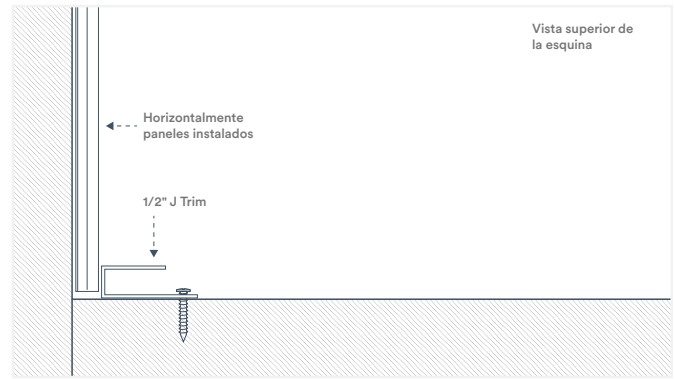

Fig. 19
10. Después de haber instalado los paneles hasta el techo, instale la J Trim o Inside Corner Cove trim en cada esquina de la pared donde se encuentran los paneles. Coloque la moldura contra el panel con el canal orientado en dirección opuesta a él. Asegúrese de que quede bien ajustada a la esquina y luego fíjela a la pared (Fig. 19).